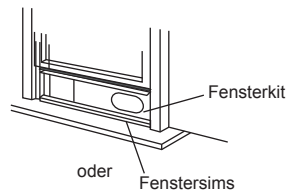

Abb. 10
3. Schneiden Sie die Schaumdichtung (selbstklebend) auf die passende Länge zu und kleben Sie sie auf den oberen Fensterflügel (Abb.10).